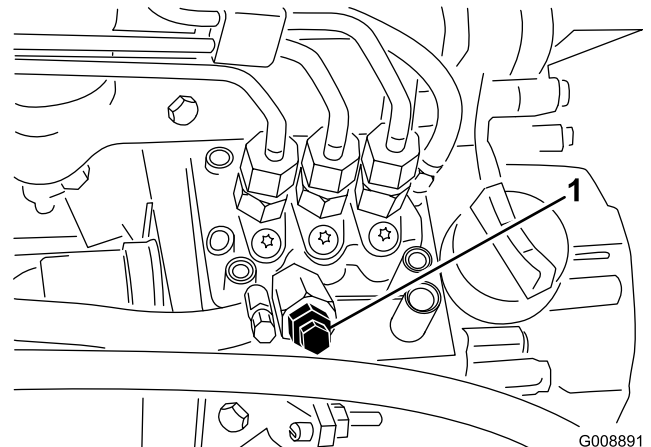

図 41
3. 燃料噴射ポンプについているエア抜きネジ（図 41）をゆるめる。